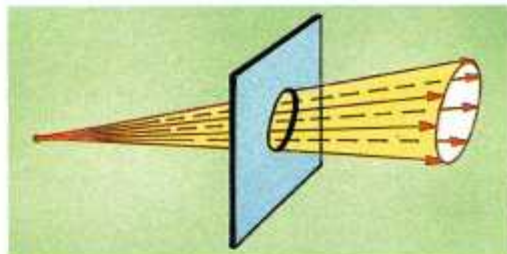

Fig. 6. Formation d'un faisceau.
a) Chaque point de l'objet émet de la lumière dont l'ouverture de la chambre ne laisse pénétrer qu'un mince **faisceau** (fig. 6).